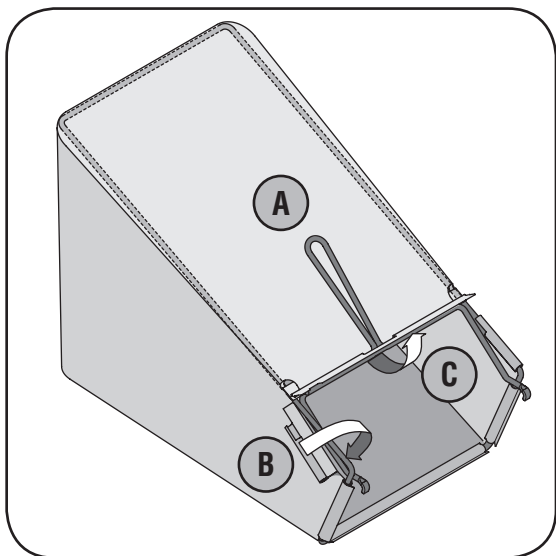

Figura 3-5: Ensamble el colector de césped.
- Deslice el canal de plástico de la bolsa de recolección sobre los ganchos en el marco, Figura 3-5. Todos los canales plásticos excepto la parte central superior de la bolsa se acoplan desde la parte exterior de la bolsa.